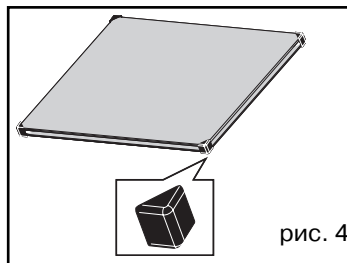

рис. 4
- Для лучших результатов очистки можно снять внутренние стёкла дверцы духового шкафа. Этот комплекс состоит из одного или двух стёкол, в зависимости от модели, с резиновыми держателями (зажимами, скобами) черного цвета, расположенными по углам (рис. 4).